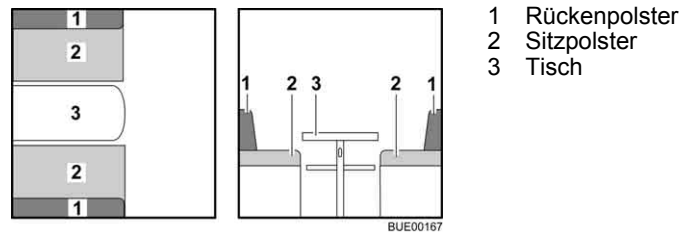

Bild 70 Vor dem Umbau
- Tisch (Bild 70,3) zum Bettunterbau umbauen (siehe Abschnitt 6.10).